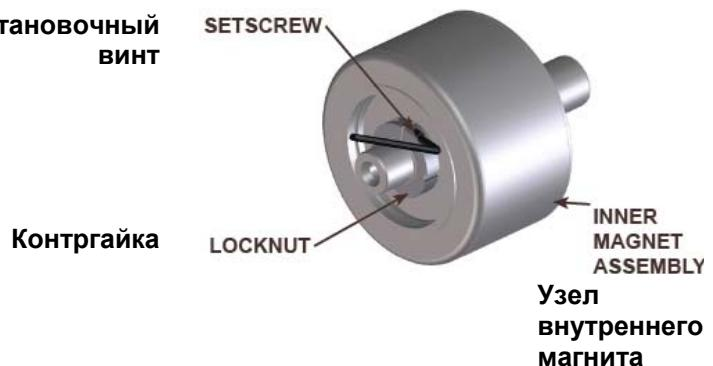

Рис. 8
10. Снимите болты с головкой (54) с контейнера (59). Если перед началом демонтажа насоса из него не был произведен слив жидкости, как указано в п. 1, то в контейнере может оказаться жидкость. Проявите осторожность при извлечении направляющего вала из насоса посредством прямого вытягивания. Проверьте состояние втулки контейнера (64) на износ. Если втулка требует замены, обратитесь ниже к Разделу «Установка втулки».
11. Не извлекайте уплотнительное кольцо из его гнезда между переходной плитой (67) и направляющим валом, если только оно не повреждено, особенно если оно изготовлено из герметизированного тефлона. Если необходима установка нового уплотнительного кольца, обратитесь ниже к Разделу «Монтаж насоса».
12. Введите латунный пруток в ротор (36) через зазор между двумя зубьями ротора и удалите разрезную контргайку (66), см. Рис. 8. Плавно отведите узел внутреннего магнита от вала. Убедитесь при этом, что упорное кольцо (60) не выпало из узла внутреннего магнита. Если упорное кольцо (60) попадает в шпонку вала (62), оно может быть повреждено. Помните о том, что магнит очень мощный. Проверьте узел магнита на износ или повреждения, и, при необходимости, замените его. Если требуется дальнейшая разборка, переходите к следующей операции.
13. Удалите шпонку вала из роторного вала. Удалите внешнее упорное кольцо. Теперь можно извлечь ротор и вал (36) постукиванием по торцу вала молотком с мягким бойком. (Если таково молотка нет, можно воспользоваться обычным молотком и прокладкой из дерева твердой породы). Удалите внутреннее упорное кольцо, расположенное позади ротора. Проверьте упорные кольца на трещины или износ и, при необходимости, замените.
14. Осмотрите втулку переходной плиты. Если втулка требует замены, см. Раздел «Установка втулки». Удалите из переходной плиты болты с головкой под торцевой ключ (13). Плавно отведите переходную плиту от станины.